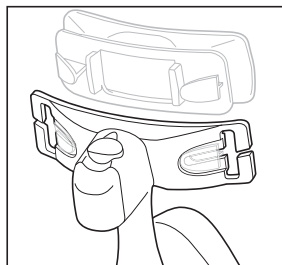

Abbildung 7
2. **Gepolsterte Stirnstütze** - Von der Schiene der gepolsterten Stirnstütze schieben (Abbildung 7).